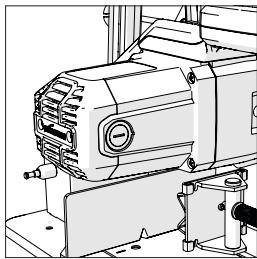

Fig. 13
- Schroef de kunststof doppen aan de achterkant van de motor los (**Afb. 13**). Wees voorzichtig aangezien de doppen veerbelast zijn.